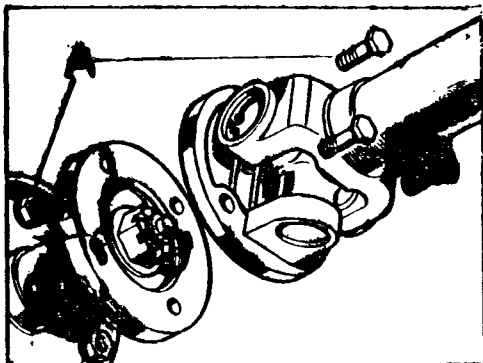

Fig. C-15 Arbol de transmisión para el eje delantero
- 1.4. Retirar los elementos de fijación, A (Fig. C-15) del árbol de transmisión delantero.